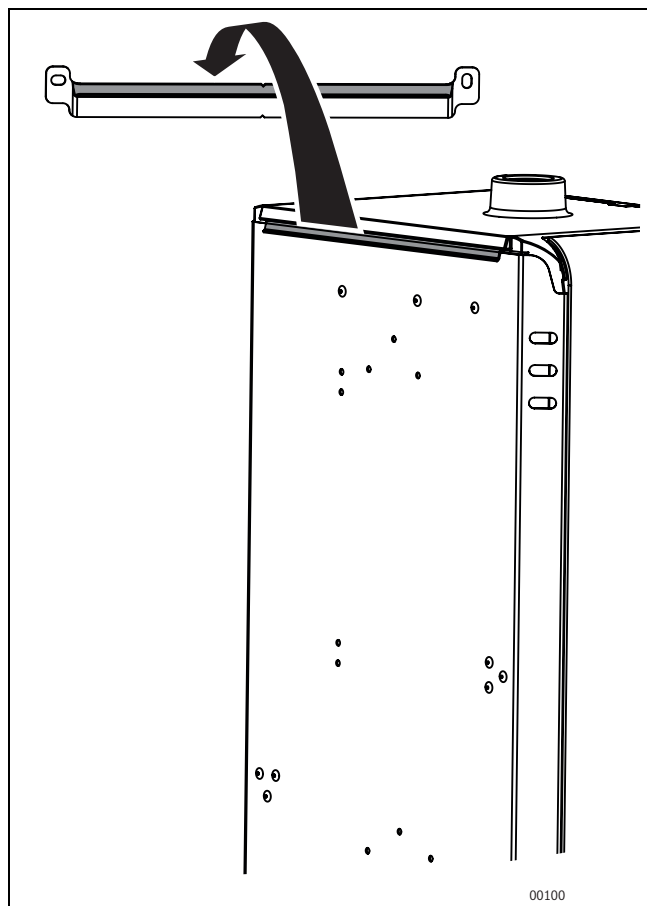

Fig. 15 Accrocher l'unité intérieure
- Accrocher l'unité intérieure au milieu sur le rail de fixation (→ fig. 15).